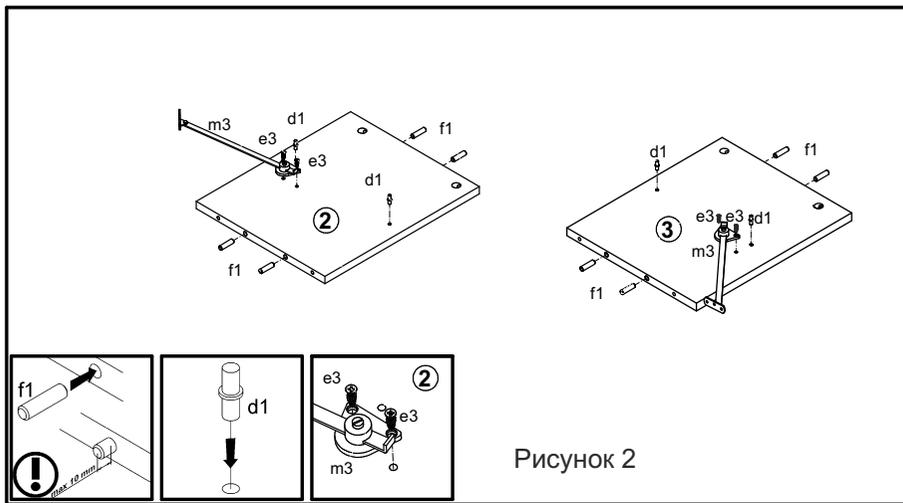

Рисунок 2
2. В отверстия  $\varnothing 8$  мм на верхних и нижних краях стенок боковых **2, 3**, вбить деревянные шканты **f1** (см. рис. 2).
4. В отверстие  $\varnothing 5$  мм на внутренних поверхностях стенок **2, 3** еврошурупами **e3** закрепить кронштейны бара **m3** (см. рис. 2).
7. В отверстия  $\varnothing 5$  мм на внутренних поверхностях стенок боковых **2, 3** вбить полкодержатели **d1** (см. рис. 2).